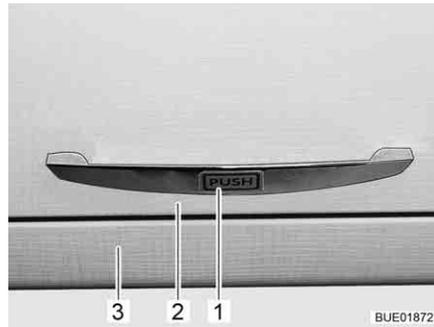

Fig. 39 Sportello del mobile con cricchetto
- Aprire lo sportello del mobile (Fig. 39,2) spingendolo con la maniglia (Fig. 39,1) contro il corpo del mobile (Fig. 39,3). Lo sportello del mobile è sbloccato.